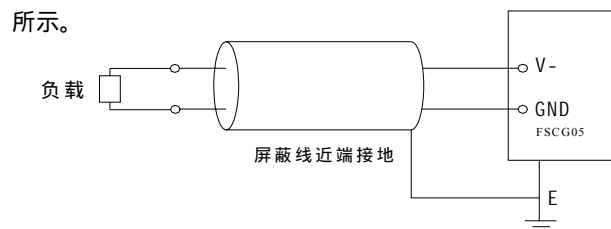

图 2-36 V-电源输出端子接线示意图
2.12.5 V-端子输出-10V/10mA 电源, 其输出接线示意图如图 2-36